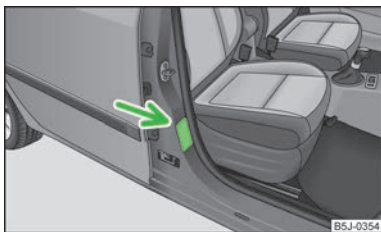

Fig. 107
- Este hecho lo indica también el adhesivo que se encuentra en la columna B en el lado del acompañante » fig. 107 o en el parasol del acompañante.